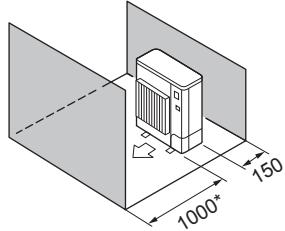

Fig. 2-11
⑤ Alleen obstakels aan de voor- en achterzijde (Fig. 2-11)